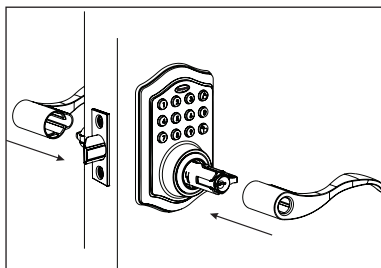

Figura 12b
- Reemplace las manijas deslizándolas dentro de las bases hasta que los pernos de la trabilla encajen. (Figura 12b).